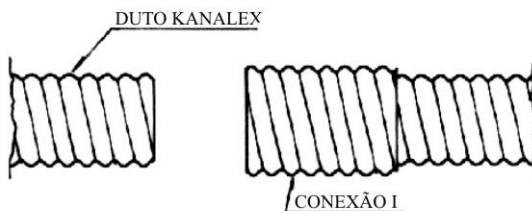

Figura 22
- b) Mantener la conexión I roscada en uno de los ductos (Figura 22).